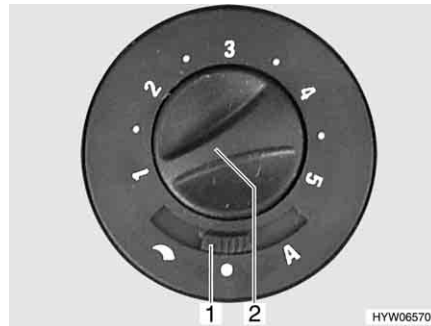

Fig. 139 Commutateur de commande du ventilateur à air pulsé
- Régler l'interrupteur à curseur (Fig. 139,1) sur "☾" (réglage manuel) ou "A" (mode automatique).
- Régler (réglage manuel) ou limiter (mode automatique) la puissance désirée du ventilateur à air pulsé à l'aide du bouton de commande (Fig. 139,2).
- Régler l'interrupteur à curseur (Fig. 139,1) sur "●" (arrêt).